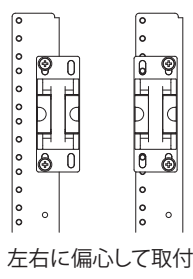

図 3
2. 取付台は用途に合わせ左右に偏心させて上下2か所に締め付けてください。(図3)